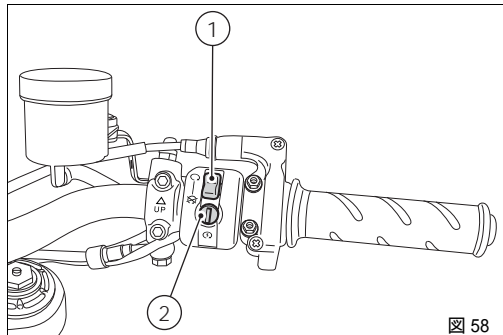

図 58
- 2) エンジン停止スイッチ (1、図 58) が ○(RUN) の位置になっていることを確認し、始動ボタン (2) を押します。